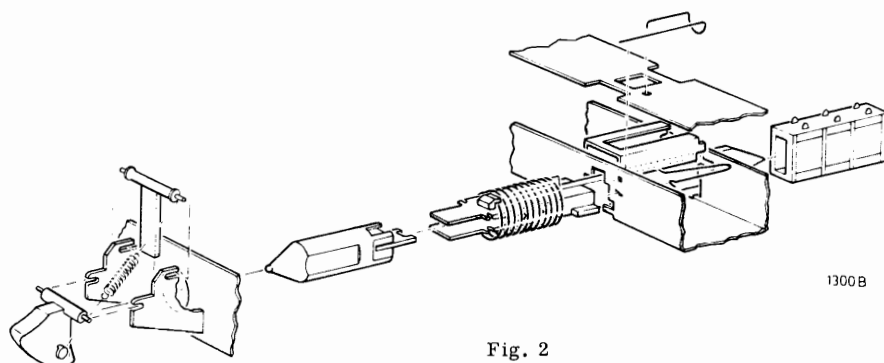

Fig. 2
- disassemble and assemble according to Fig. 2
- adskil og saml i henhold til fig. 2
- demontera och montera enligt anvisningarna i fig. 2.
- demontér og monter ifølge fig. 2.